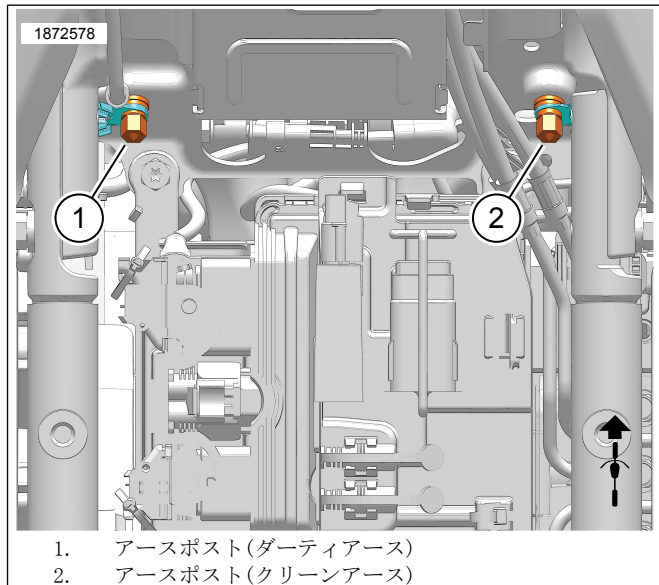

図7. バッテリーボックスのアースポストの位置
- b. 「図7」を参照。アース線を長方形の穴に通し、アースポストに向けて配線します。
「図7」を参照。ATMのアースワイヤーを取り回してクリーンアースポスト(2)に接続します。締め付ける。